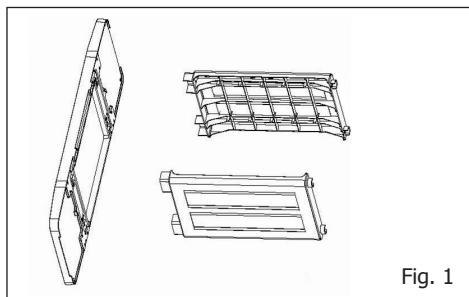

Fig. 1
- Montare le tavole laterali sui ripiani inferiori quindi fissarle sulle ruote utilizzando le parti B, G e J. (Fig.1, Fig. 2)